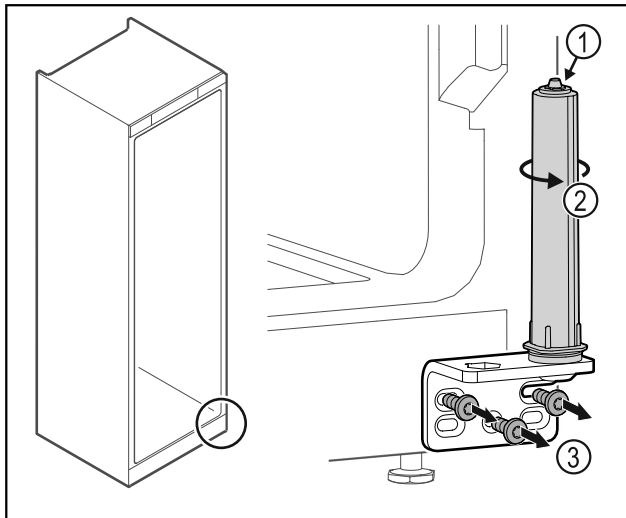

Fig. 45
- Non disassemblare il sistema di chiusura della porta Fig. 45 (1).
- Ruotare il sistema di chiusura Fig. 45 (2) finché non si innesta con un clic.
- Svitare la cerniera angolare Fig. 45 (3).